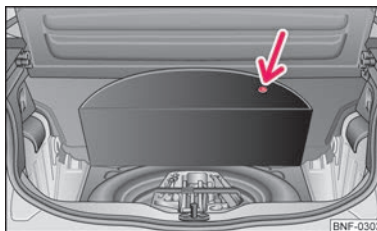

Fig. 100 Bagagerum: opbevaringsrum til bilens værktøj og reservehjulet
Løft bundpladen ved at tage fat i udskæringen (pil) ⇒ Fig. 100.
Reservehjulet er placeret i en fordybning under bundbeklædningen i bagagerummet ⇒ Fig. 100 og er fastgjort med en specialbolt ⇒ Fig. 101.
- Tag **bilens værktøj** og **reservehjulet** ud af fordybningen under bundpladen i bagagerummet ⇒ Fig. 100. ▶